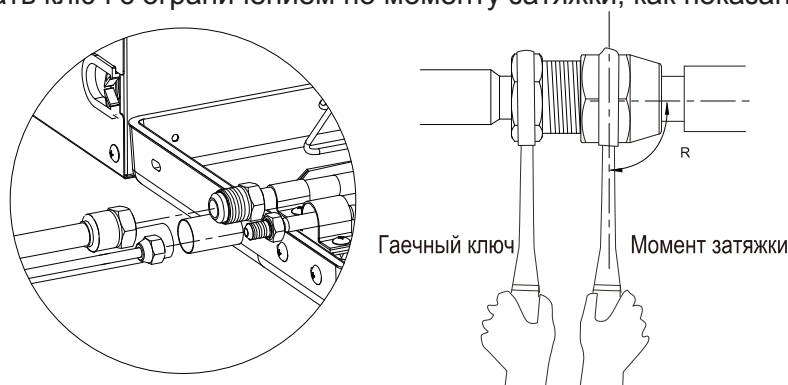

Рис. 29
- (1) Во время подключения нужно следовать следующим указаниям: соединительная труба должна быть как можно короче. Перепад высоты между наружными и внутренними блоками должен быть как можно меньше. Необходимо максимально сократить количество изгибов труб. Радиус изгиба должен быть как можно больше.
- (2) Сварить соединительные трубы между внутренними и наружными блоками, строго следуя требованиям к процессу сварки. Непропаиваемые соединения и точечные дефекты сварки недопустимы.
- (3) При укладке труб необходимо соблюдать осторожность, чтобы не деформировать их. Радиус изгиба частей должен превышать 200 мм. Трубы нельзя многократно сгибать или растягивать, иначе материал затвердеет. Нельзя сгибать или растягивать трубу более трех раз в одном положении.
- (4) Для подключения соединительных муфт внутреннего блока необходимо использовать ключ с ограничением по моменту затяжки, как показано на рис. 29.